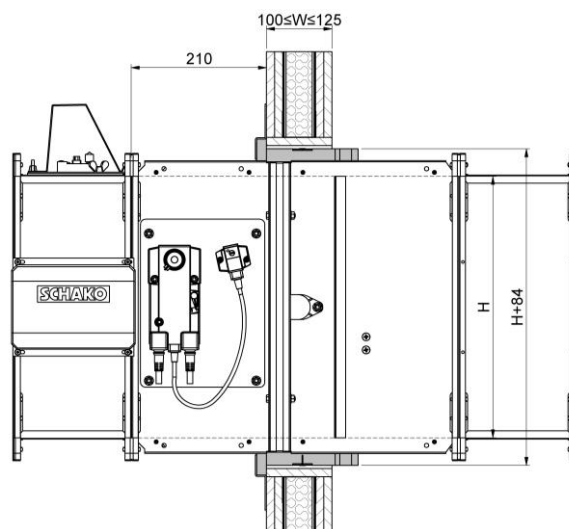

Abbildung 24: Trockeneinbau mit Einbaurahmen Typ ER-A1 in leichte Trennwand (F90) W ≤ 125
- BKA-Ü in die Aussparung der Wand (Maße: $B+93^{+2}$ mm x $H+93^{+2}$ mm) einsetzen, sodass der Anschlag des Einbaurahmens Typ ER-A1 an der Wand anliegt (Bedienseite – Einbaumaß 210 mm bis zur VK-Wand s. Abbildung 24). Umlaufender Ringspalt zwischen Aussparung der Wand und Einbaurahmen Typ ER-A1 gleichmäßig ausmitteln. Montage BKA-Ü unter Zuhilfenahme von Montageabhängungen etc..